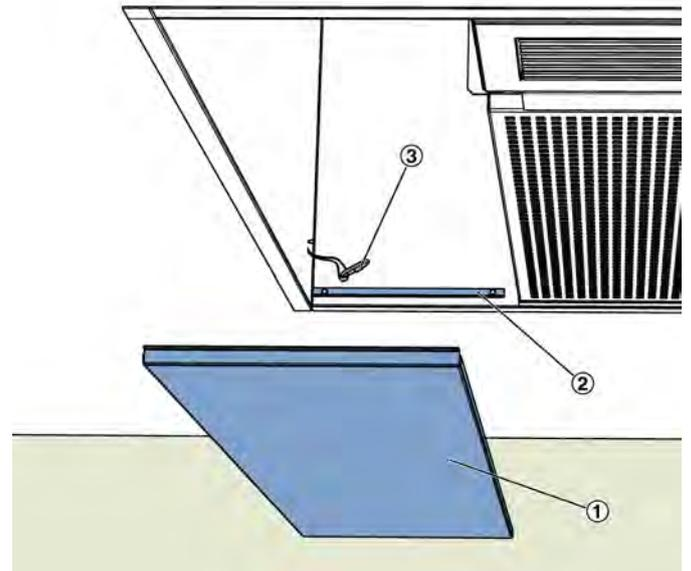

Abb. 48: Seitenblende einlegen
20. ▶ Die beiden Seitenblenden (Abb. 48 /1) an den Fangseilen (Abb. 48 /3) einhängen und auf den Winkel (Abb. 48 /3) legen.